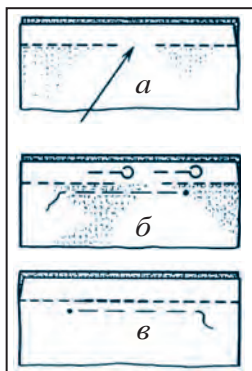

Рис. 63. Шитьё распоротого шва.
Работа проводится в следующем порядке (рис. 63):
1. Нитки вытаскиваются с ремонтируемого места, и оно гладится утюгом (рис. 63, *а*).
2. Распоротое место прикалывается булавкой и прошивается крупными стёжками вручную (рис. 63, *б*).
3. Распоротое место прошивается вручную обратным швом в ряду машинного шва (рис. 63, *в*).